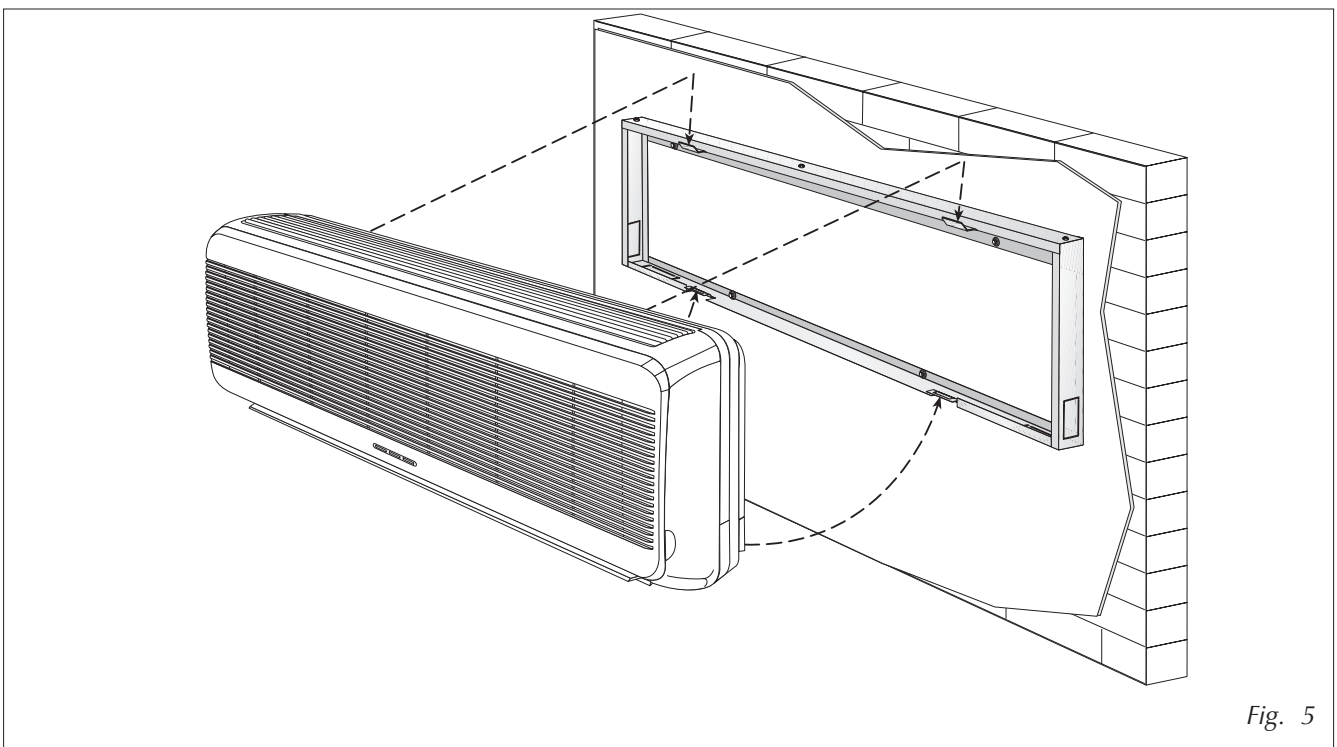

Fig. 5
La dima consente di effettuare collegamenti idraulici ed elettrici da qualsiasi direzione, è dotata di quattro elementi rimovibili (fig.5) oltre alla possibilità di accedere direttamente dal muro all'interno della dima stessa (figg.6-7-8-9-10-11).
- Fissare il ventilconvettore alla dima. Posizionare la parte superiore sui supporti della dima poi spingere la parte inferiore dell'unità fino a che si aggancia (fig. 5).
- Fix the fan coil to the template. Place the top part on the supports of the template then push the bottom part of the unit until it clips on (fig. 5).
- Fixez le ventilo-convecteur au gabarit. Positionnez la partie supérieure sur les supports du gabarit, ensuite poussez la partie inférieure de l'unité jusqu'elle s'accroche (fig. 5).
- Den Gebläsekonvektor an der Lehre befestigen. Den oberen Teil auf den Halterungen der Lehre positionieren, dann den unteren Teil der Einheit drücken, bis er sich ankoppelt (Abb. 5).